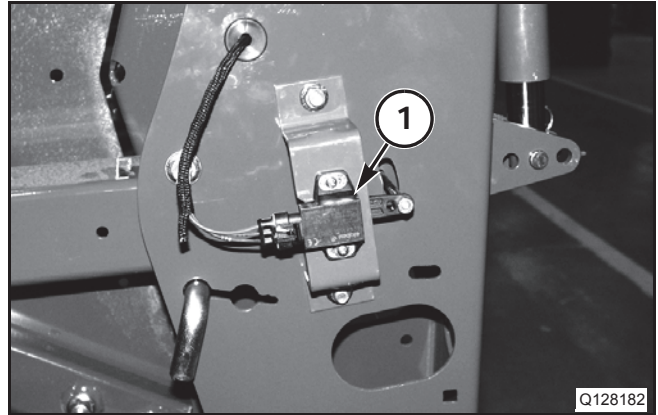

FIG. 64
FIG. 64: Suelte los mazos de todos los sensores de la barra de corte, excepto los sensores de las extremidades de los lados izquierdo y derecho (1) de la plataforma. Los sensores de los lados derecho e izquierdo están localizados bajo las protecciones de las extremidades de los lados izquierdo y derecho.